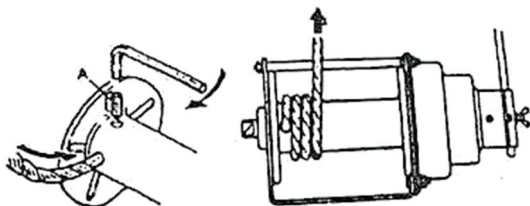

Abbildung 2
**Montage des Seils für die Winde von 0,5 t** (siehe Abbildung 2) - Lösen Sie den fixierenden Bolzen oder die Einstellschraube und führen Sie das Ende des Seils in die Trommel auf 57 mm bis zum Ende des Seils ein. Ziehen Sie den Bolzen mit dem erforderlichen Drehmoment fest an.